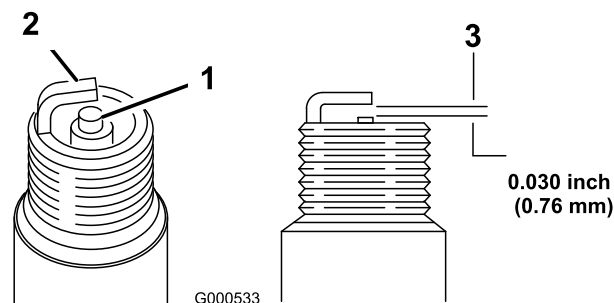

Figure 22
5. Réglez l'écartement des électrodes à 0,76 mm (0,030 po.) (Figure 22).